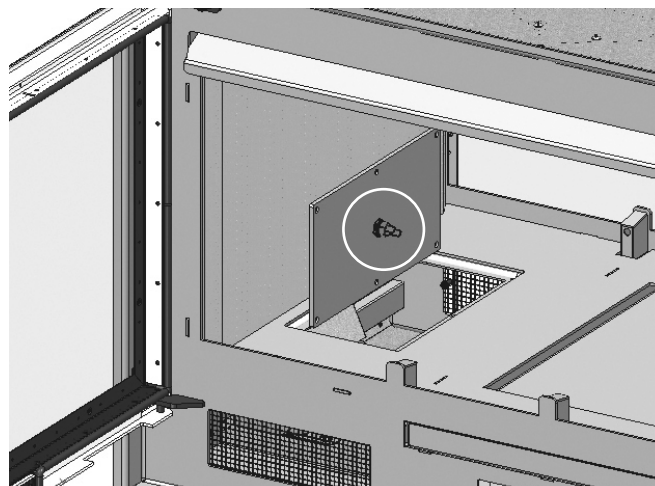

FIG. 11
3. **Olhe!** Sob uma das capas é o termostato. Retire o termostato, rodando-o uma vez que você levante a tampa (Fig. 11).